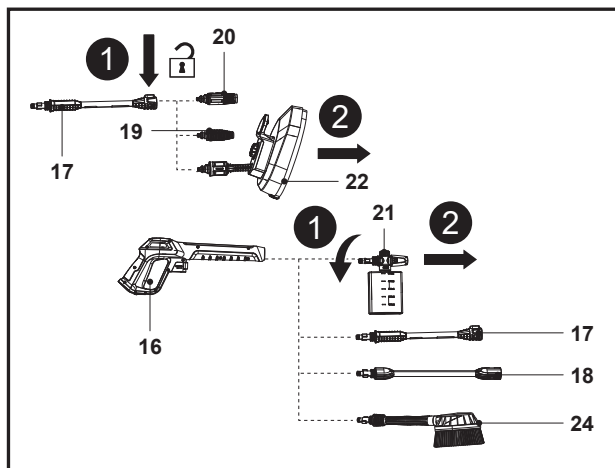

Fig. 21
1. Déconnecter la buse (19/20/22) de la lance télescopique (17) ; déconnecter la buse pour flacon de détergent (21), la brosse rotative (24), la lance télescopique (17), la perche télescopique (18) du pistolet de pulvérisation (16) (Fig. 21).